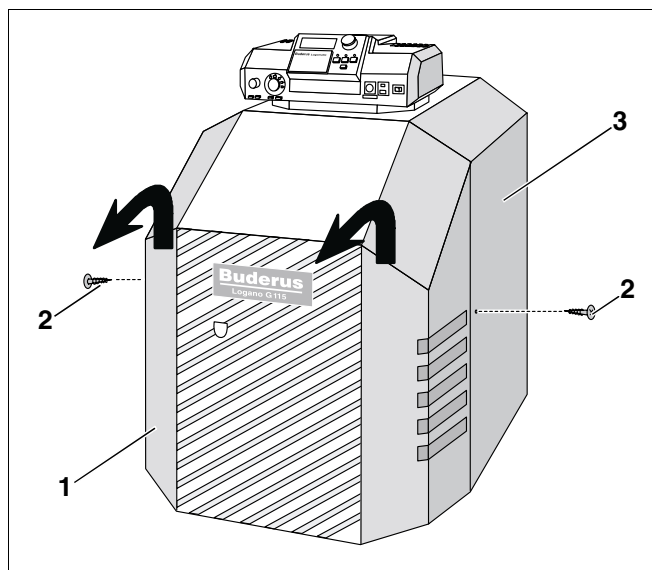

Fig. 5 Tag brænderkappen af.
Afmontering af brænderdørens beklædning og brænderkappen udføres på samme måde. Fig. 5 viser afmonteringen af brænderkappen.
- Fjern de to låsebolte (fig. 5, **pos. 2**) i brænderkappen (fig. 5, **pos. 1**).
- Tag brænderkappen (fig. 5, **pos. 1**) af kedelkappen (fig. 5, **pos. 3**). Løft brænderkappen en smule, og afmonter den ved at løfte den fremad.